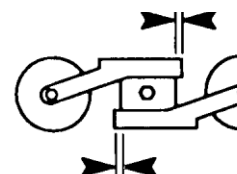

Fig. 8
5. Ställ in den rörliga rullens beslag till samma relativa position på aluminiumblocket som den fasta rullens beslag. Se fig. 8.